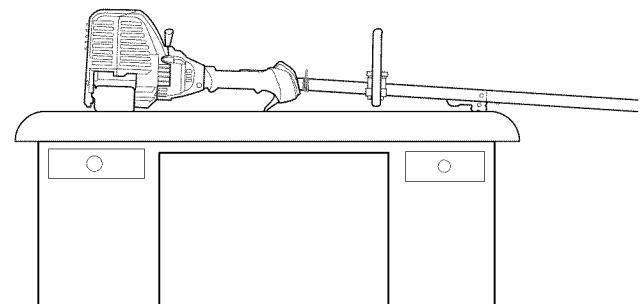

Fig. 19
2. Ubique la unidad sobre una superficie plana y nivelada, como un banco de trabajo o una mesa. El protector del cabezal de corte debe quedar colgando del borde de manera que el motor quede nivelado (Fig. 19).